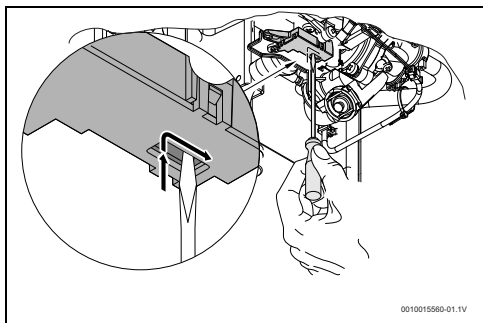

Fig. 25 Resetear el microinterruptor
- ▶ Posicionar el microinterruptor según la fig. 25.